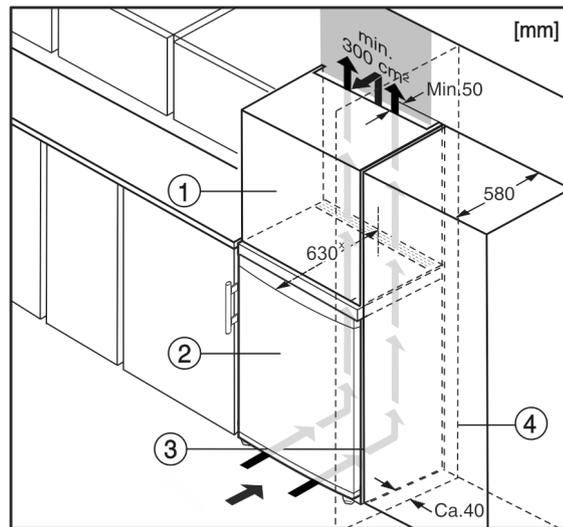

Fig. 5
Устройство может быть окружено кухонными шкафами. Чтобы уравнять устройство Fig. 5 (2) по высоте с кухонной стенкой, можно установить над устройством дополнительный шкафчик Fig. 5 (1).
При комбинировании с кухонными шкафами (глубина макс. 580 мм) устройство можно установить непосредственно рядом с кухонным шкафом Fig. 5 (3). Устройство выступает сбоку на 34 мм * и по центру на 50 мм * относительно передней стенки кухонного шкафа.
Если устройство установлено на шарнирах у стены *Fig. 5 (4)*, то расстояние между устройством и стеной должно быть не менее 40 мм. Настолько выступает ручка при открытой дверце.